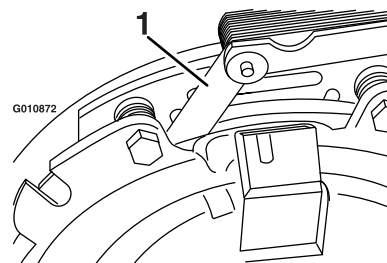

**Figure 67**
- B. A l'aide d'une pince à becs longs ou avec les doigts, saisissez la languette et déposez la cale (Figure 67).